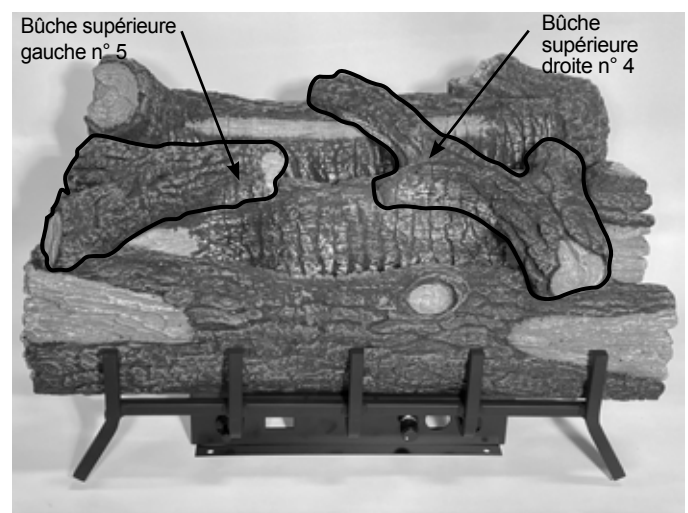

Figure 6.13 - Placer les bûches du haut à droite et à gauche
4. Placez la bûche supérieure droite (n° 4) dans les découpes de la bûche inférieure. Figure 6.13
5. Placez la bûche supérieure gauche (n° 5) dans les découpes de la bûche avant et de la bûche du milieu. Figure 6.13